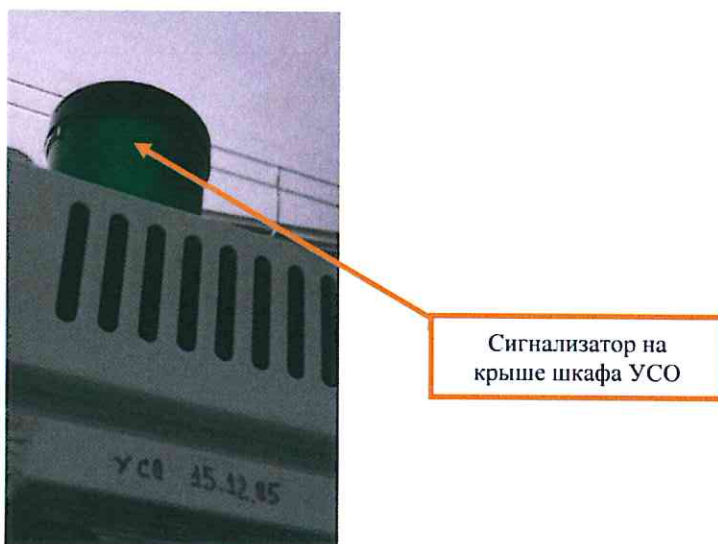
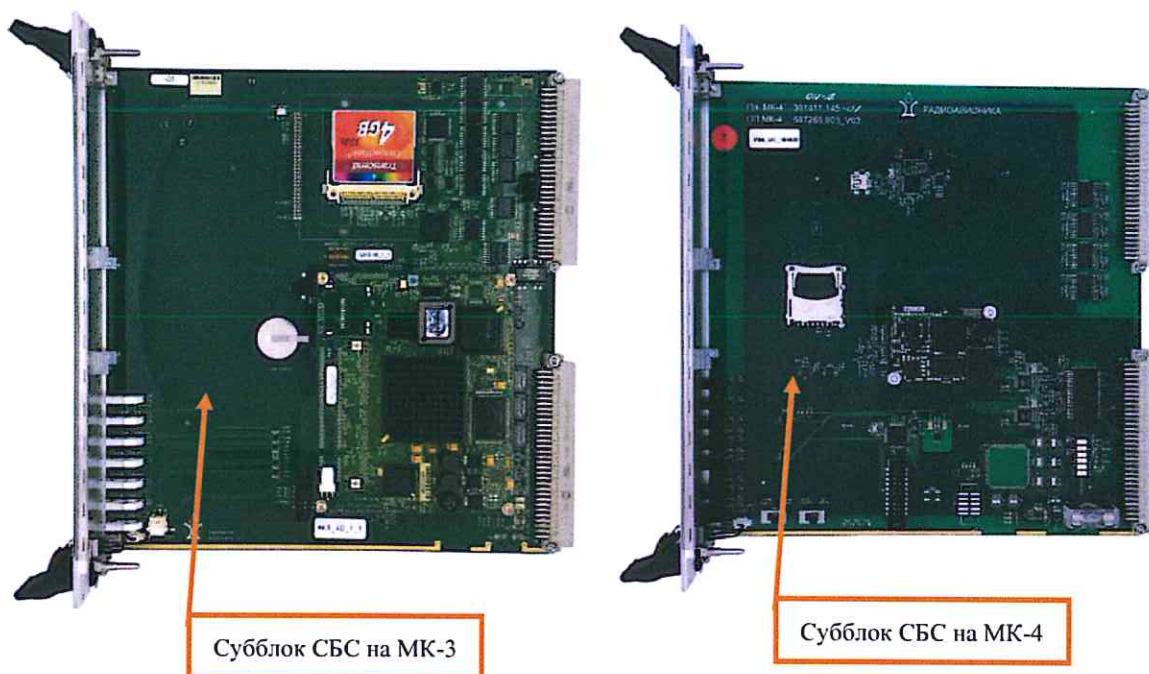

Рисунок 6. Сигнализатор на крышке шкафа УСО.
Рисунок 7. Субблок СБС на МК-3 и МК-4
7.1.10 По окончании замены модуля МИП проверить индикацию модулей и субблоков, подключенных к замененному модулю: индикаторы на лицевых панелях модулей МСИ, МВУ и МБКО непрерывно светят зеленым цветом, руководствуясь рабочей документацией. Сигнализатор на крыше шкафа УСО непрерывно светит зеленым цветом (Рисунок 6). В верхней части экрана монитора АРМ ДСП не мигают символ «С», символ «К», символ «У».
Все субблоки, входящие в состав УВК РА, являются микропроцессорными устройствами на основе МК. В настоящее время используются два типа МК – модуль МК-3 и модуль МК-4. Внешний вид субблока БС, выполненного на базе МК-3 (Рисунок 7), на базе МК-4 (Рисунок 6).
7.2.13 По окончании замены субблока СБС проверить индикацию модулей, подключенных к замененному субблоку: индикаторы на лицевых панелях модулей МСИ, МВУ и МБКО непрерывно светят зеленым цветом (использовать рабочую документацию). Сигнализатор на крыше шкафа УСО непрерывно светит зеленым цветом (Рисунок 6). В верхней части экрана
7.3.8 По окончании замены модуля МСИ убедиться в том, что индикатор на лицевой панели модуля светит зеленым цветом, сигнализатор на крышке шкафа УСО непрерывно светит зеленым светом (Рисунок 6), в верхней части экрана монитора АРМ ДСП не мигает символ «С», символ «К», символ «У».